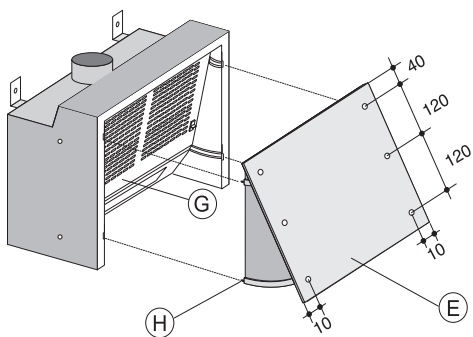

Fig. 3
- Désenfiler le volet (E) en enlevant la grille (G) et en tirant au même temps les arrêts à ressorts (H) fig.3.
- Fixer le volet au panneaux frontal par les vis aux mesures indiquées dans la fig. 3.
- Remonter le volet en l'insérant dans les glissières supérieures et inférieures jusqu'à ce que les arrêts à ressorts (H) soient déclenchés.